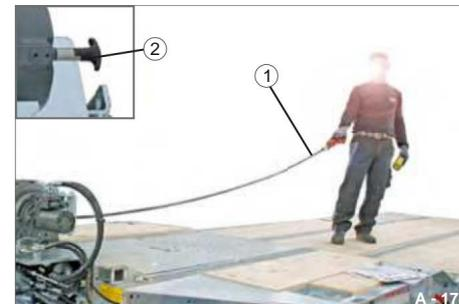

Fig. 225 Esempio: Svolgimento della fune
- ÿ Verificare che la leva della frizione (Fig. 225/2) sia innestata.
La corda (Fig. 225/1) viene srotolata lentamente.